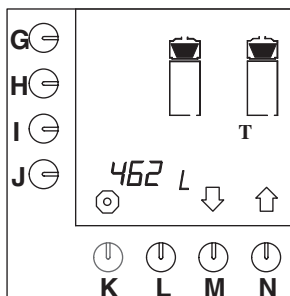

Fig. 28 Totaalteller koffiezetstelsysteem
- De totaalteller verschijnt in het display. Het totaal aantal liters koffie, die gedurende de levensduur van het apparaat zijn gezet, zijn af te lezen in het display (fig. 28).